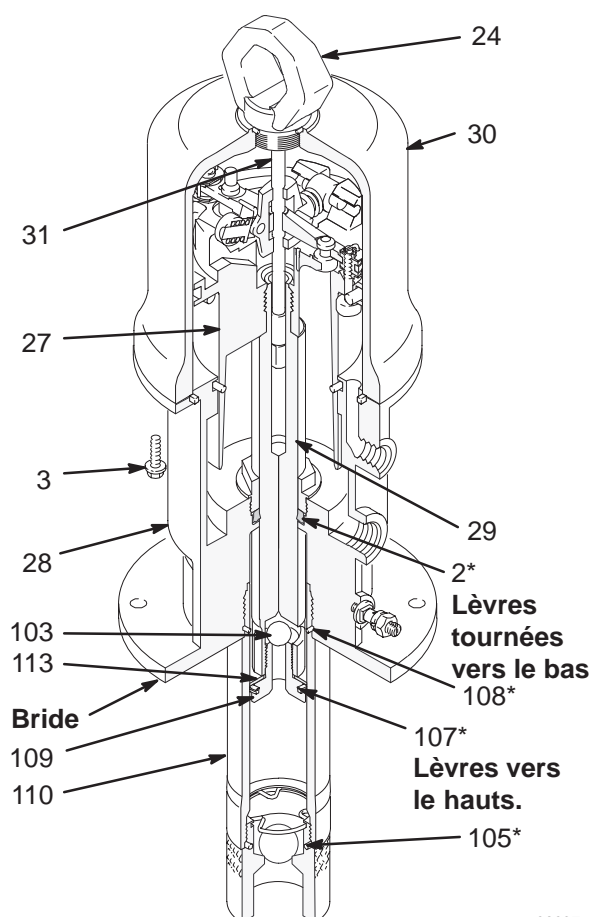

Fig. 3
3. Débrancher le flexible, enlever la pompe de son support et serrer l'embase du moteur pneumatique (28) à l'horizontale dans un étau en serrant les mâchoires sur la bride.
4. A l'aide d'une clé à sangle, dévisser le cylindre de la pompe (110) de l'embase du moteur pneumatique (28). Voir Fig. 3.
5. Démontez le siège de piston/vanne (109) de la tige de déplacement (29) à l'aide de deux clés ou d'un étau et d'une clé.
6. Démontez la bille du piston (103), le joint (107*) et la rondelle de maintien du joint (113).
7. Sortir l'embase du moteur de l'étau et placer les méplats de la tige de déplacement (29) dans l'étau en tenant le moteur debout.
8. Desserrer l'anneau de levage (24). Tirer l'anneau vers le haut, saisir la tige (31) avec la pince anti-rayures et dévisser l'anneau de la tige.
15. Saisir la tige de commande (31) avec la pince anti-rayures, visser l'anneau de levage (24) sur la tige de commande, appuyer sur cet anneau de levage et le visser sur le sommet du cylindre.
16. Mettre le joint (107*) en place avec les lèvres tournées vers le haut et placer la rondelle de maintien du joint (113) sur le siège de l'ensemble piston/vanne (109). *S'assurer que les lèvres du joint sont bien tournées vers le haut. Voir Fig. 3.*
17. Placer la bille (103) de piston dans la tige de déplacement (29).
21. A l'aide d'une clé à sangle, visser le cylindre (110) de la pompe sur l'embase du moteur (28) pneumatique.